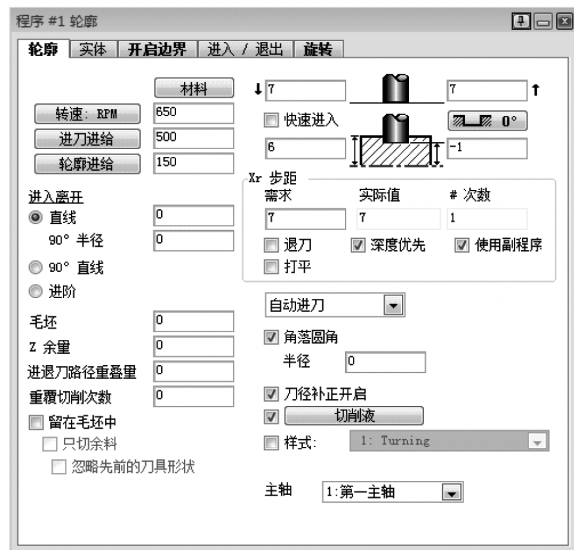

图 7-26 轮廓程序
1) 用#13 刀具创建如图 7-26 所示的铣轮廓程序。确认用户已设置加工坐标系为 YZ 平面（在旋转下）。